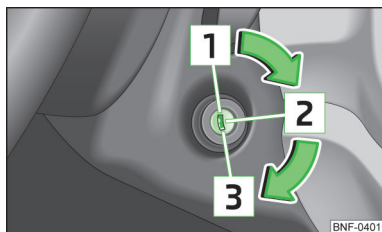

Fig. 69
- În timpul deplasării, la oprirea motorului, cheia trebuie să se găsească întotdeauna în poziția [\[2\]](#) » fig. 69 la pagina 66 (contact cuplat). Această poziție este semnalizată prin aprinderea de lămpi de control. Dacă acest lucru nu se întâmplă, mecanismul de direcție se poate bloca neintenționat – Pericol de accident!
Dacă **mechanismul de direcție este blocat** iar cheia nu se poate roti, sau se rotește cu greu în poziția **2** » fig. 69, atunci volanul trebuie rotit puțin încolo și înapoi - astfel se deblochează mecanismul de direcție.
Apăsăți pedala de ambreiaj până în podea, cuplați contactul **2** » fig. 69 la pagina 66 și porniți **3** - nu accelerați. Mențineți complet apăsată pedala de ambreiaj până când pornește motorul.
Oprțiți motorul prin rotirea cheii de contact în poziția **1** » fig. 69 la pagina 66.